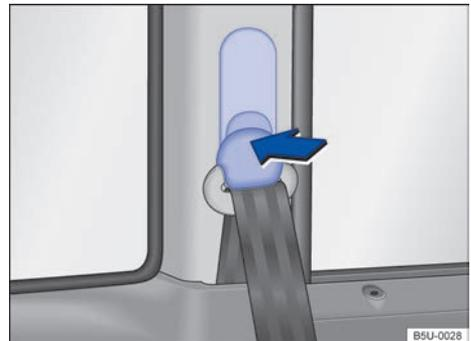

Fig. 57 Al lado de los asientos: regulación de altura del cinturón de seguridad.
- Presione el dispositivo regulador en el sentido de la flecha y manténgalo presionado → fig. 57.